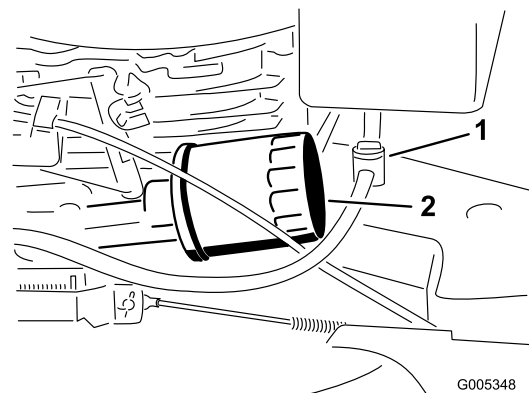

Bild 22
3. Schließen Sie den Kraftstoffhahn (Bild 22).